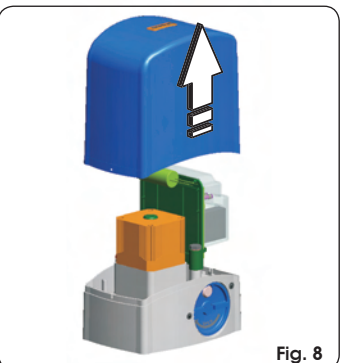

Fig. 8
- ① Retire el cárter de protección tirando del mismo hacia arriba, Fig. 8.